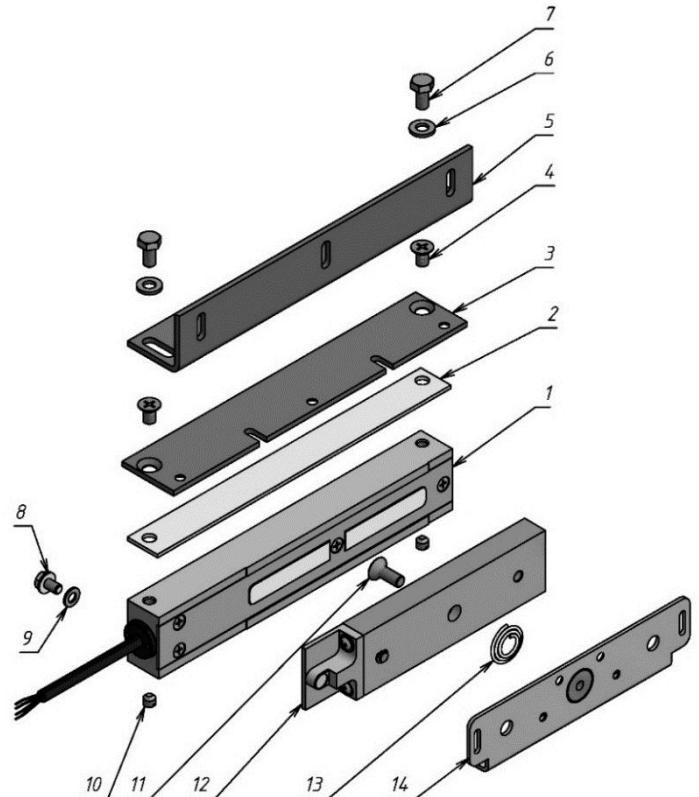
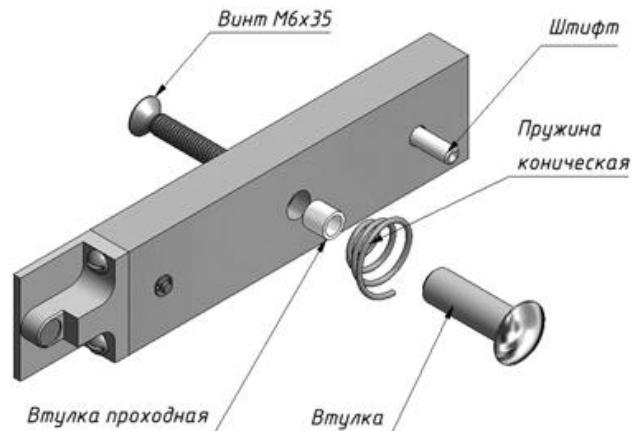

Рисунок 1 – Комплект поставки
Рисунок 2 - Комплект крепления якоря
4.1 В комплект поставки замка входят (рисунок 1):
- корпус (1)	1 шт.
- планка (2)	1 шт.
- пластина монтажная (3)	1 шт.
- винт M6x10 потайн. (4)	2 шт.
- угольник (5)	1 шт.
- шайба 6 (6)	2 шт.
- болт M6x12 (7)	2 шт.
- винт заземления M5x8 (8)	1 шт.
- шайба 5 (латунь) (9)	2 шт.
- винт M6x6 уст. (нерж.) (10)	2 шт.
- винт M6x16 (потайн.) под ключ S4 (11)	1 шт.
- якорь (12)	1 шт.
- пружина коническая (13) (из комплекта крепления якоря)	1 шт.
- пластина крепления якоря (14)	1 шт.
- комплект крепления якоря (рисунок 2)	1 шт.
Замок состоит из корпусной части и якорной части (рисунок 1). Для обеспечения эксплуатационных характеристик рабочие поверхности корпуса и якоря должны быть совмещены и плотно прилегать друг к другу при закрывании двери.
Корпус замка может крепиться при помощи угольника (5) или через монтажную пластину (3) (рисунок 1). Если позволяет конструкция места монтажа, допускается крепление непосредственно через крепежные отверстия в корпусе замка (резьба M6), длина винтов в этом случае определяется по месту, при этом в тело корпуса винты должны входить не более чем на 8мм.
- с помощью комплекта крепления якоря с отверстиями в двери для винта крепления якоря и фиксирующего штифта (рисунок 2);
- без отверстий в двери, с помощью монтажной пластины крепления якоря (12) (рисунок 1).